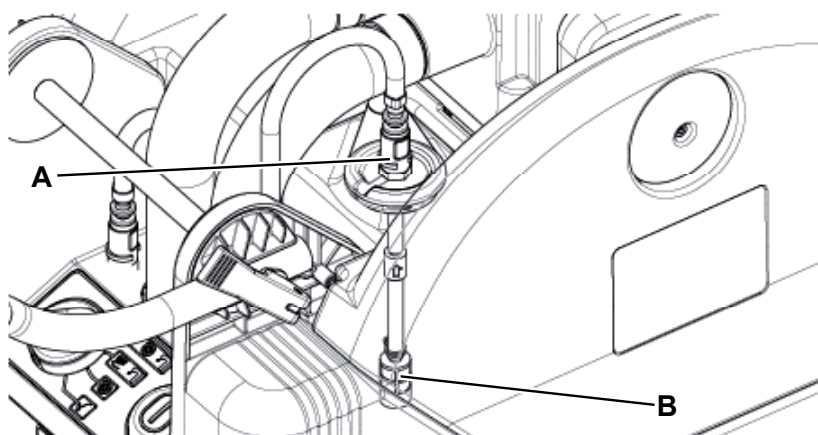

Afbeelding 3
2. Controleer of de voedingskabel (10) van het stroomnet is ontkoppeld.
3. Zet de transparante afdekking (A, Afb. 3) omhoog en reinig deze zorgvuldig. Spoel en reinig het aanzuigrooster (B) met zorg. Koppel waar nodig de slangen (20 en 21) los.
4. Controleer of de pakking (C) van de transparante afdekking heel is.